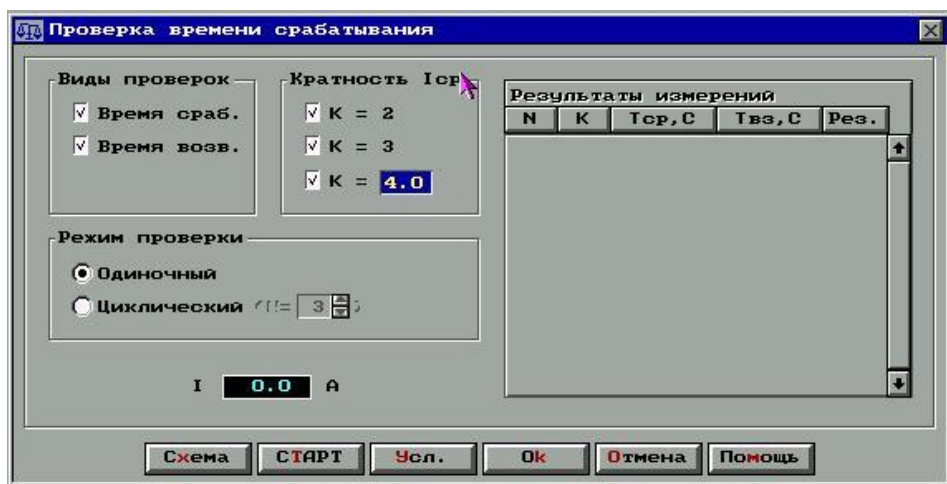
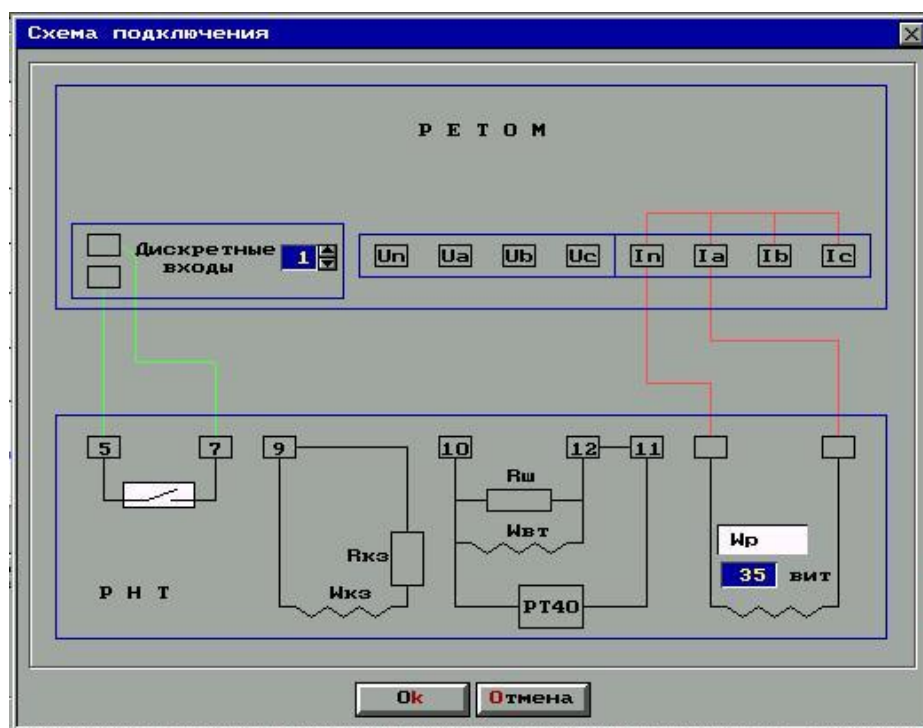

Рис. 11.16. Окно Проверка времени срабатывания
Рис. 11.17. Схема подключения реле РНТ-560
**Проверка времени срабатывания и возврата.** В панели управления нажмите кнопку Проверка времени срабатывания и возврата. В рабочем окне (рис. 11.16) нажмите кнопку **Схема** и подключите реле по схеме (рис. 11.17).